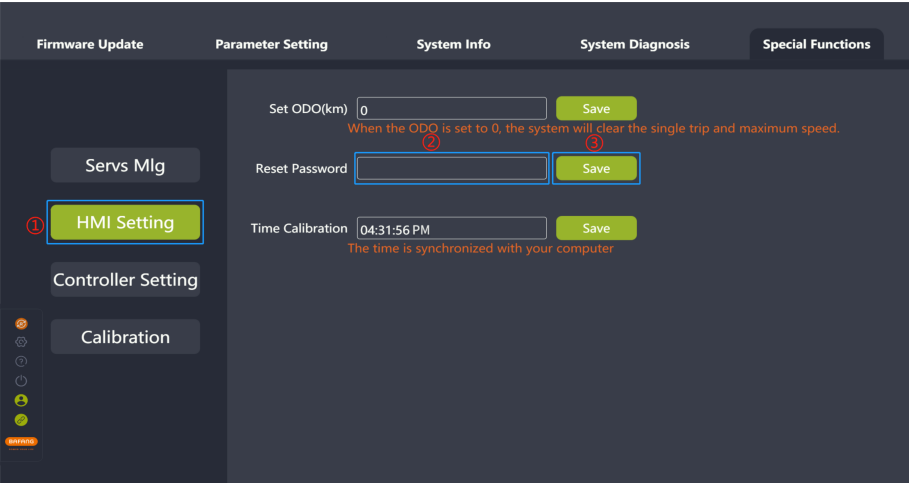

图 8-5 开机密码重置
- 3. 点击“保存”按钮，仪表开机密码变更成功（如图 8-5 ）。